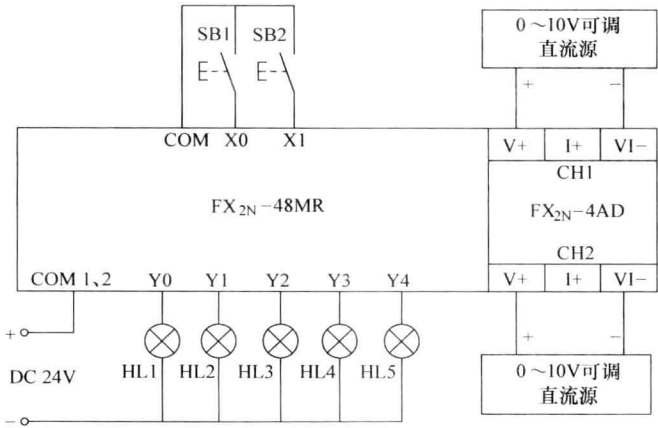

图 6-7 系统接线图
根据系统控制要求、I/O 分配及系统程序，其系统接线如图 6-7 所示。
3) 按图 6-7 接好 PLC 的 I/O 电路和 FX_{2N}-4AD 的模拟输入信号。